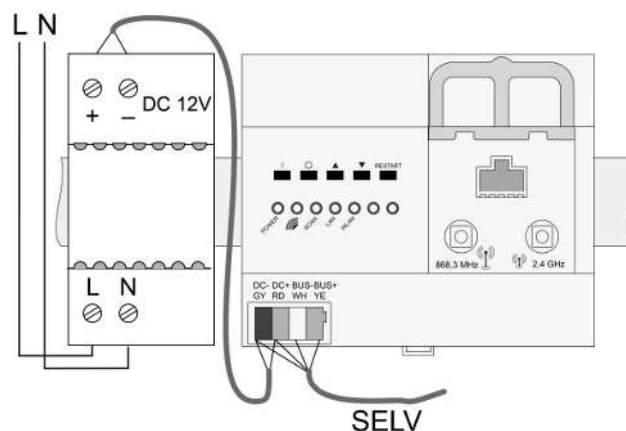

Bild 3: Anschlussplan
- Gerät gemäß Anschlussplan anschließen (Bild 3).